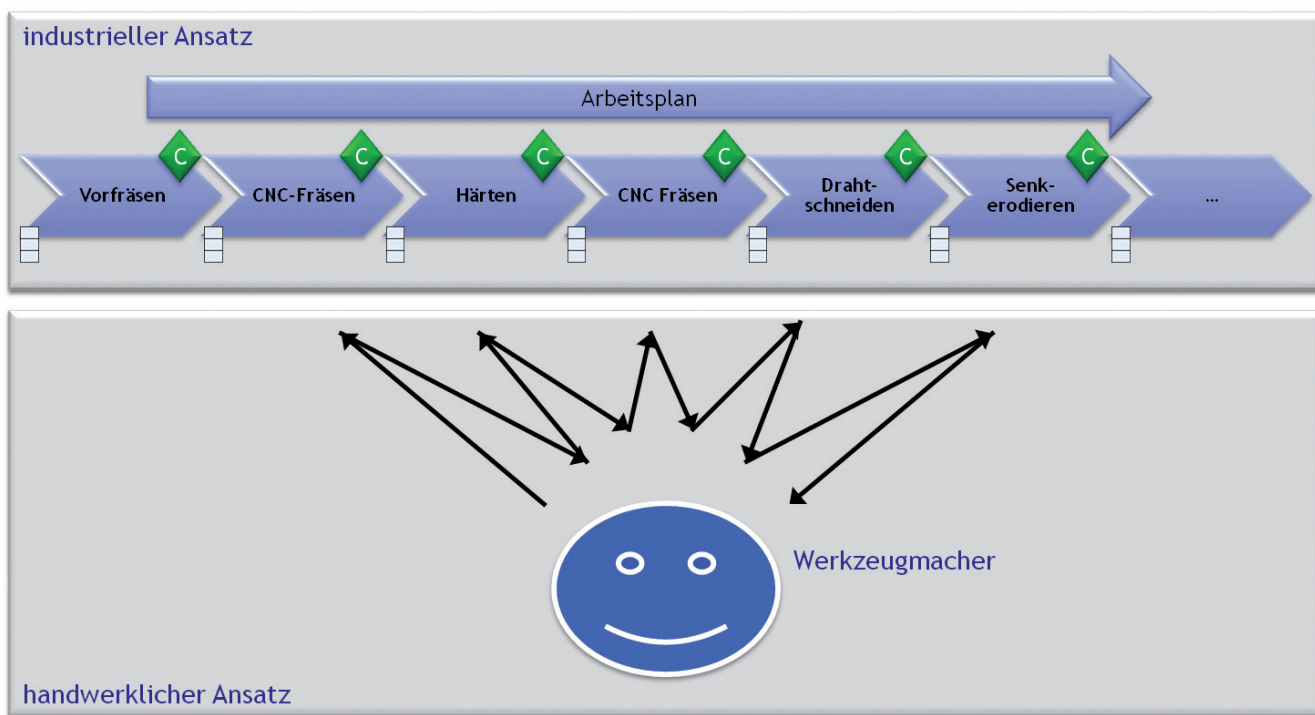

Bild 1: Industrieller Werkzeugbau vs. Handwerklicher Ansatz
- Damit die Planung nicht nur Planung bleibt, sondern auch als eine tatsächliche Steuerung der Fertigung fungieren kann, ist die Integration der Betriebsdatenerfassung zwingend notwendig. Erfasst werden müssen dabei die Bearbeitungszeit, der Eingang der Position zu einem anstehenden Bearbeitungsschritt und die Fertigmeldung des Bearbeitungsschrittes. Damit ist es möglich, systematisch Bestände vor Technologien oder einzelnen Maschinen darzustellen. Dies ist nicht nur Ausgangsbasis für die Planungsbesprechung von Planungsblöcken – wo befinden sich die Bauteile eines Auftrages, an welcher Technologie sind Rückstände zu erwarten – sondern bietet auch die Möglichkeit wichtige Kennzahlen für die technische Entwicklung des Werkzeugbaus abzuleiten. Wird ein Arbeitsgang fertig gemeldet, liegt es in der Verantwortung des Werkers das Bauteil an dem Folgearbeitsgang bereitzustellen. Ein modernes System muss in der Lage sein, entsprechende Informationen bereitzustellen. Damit wird auch gleichzeitig ein Kriterium des industriellen Werkzeugbaus erfüllt: es ist nicht Aufgabe der Arbeitsvorbereitung Bauteile in der Fertigung von einer Station zur Folgestation zu „tragen“. (Bild 1)
Wareneingang gemeldet, so dass sich der Bauteilstandort jederzeit online abrufen läßt. Wie in Bild 1 dargestellt wird nach Beendigung des Arbeitsganges das Bauteil vom Werker zum folgenden Arbeitsgang gebracht.